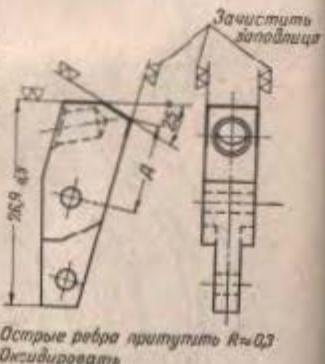

Рис. 114. Обработка защелки магазина
(II) При качке магазина более 1,5 мм изношенные места защелки магазина или выступа магазина наливать слой металла электродуговой сваркой на защелку электродом ЭНХ30-2-3, на выступ магазина электродом Э50-3 и обработать (рис. 114 и 115).
(II) При качке магазина более 1 мм на изношенные места защелки магазина или выступа магазина наплавить слой металла электродуговой сваркой на защелку электродом ЭНХ30-2-3, на выступ магазина электродом ЭБ0-3 и обработать (рис. 114 и 117).